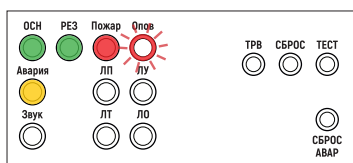

Рис. 82. Индикация при отсутствии в памяти однозонального БРО сообщения для персонала или тревожного сообщения
- в однозональном БРО световой индикатор «ОПОВЕЩ» включится в мигающем режиме (рис. 82);
Габаритные и установочные размеры однозонального и двухзонального блоков речевого оповещения АРИЯ-ТС идентичны (рис. 82). Предусмотрен монтаж изделий в 19-дюймовую стойку.